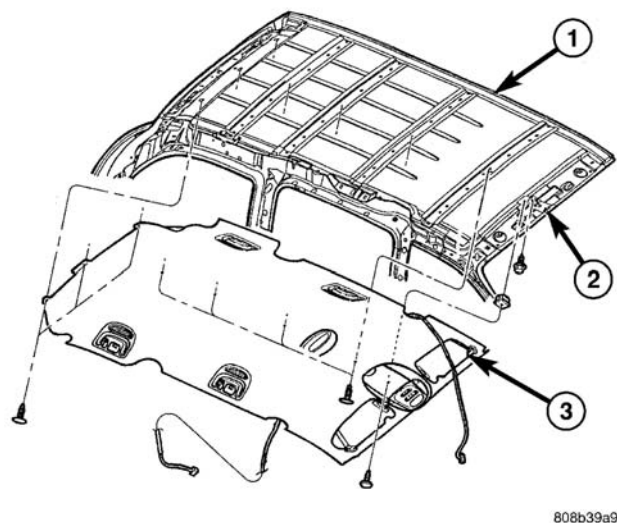

图 8 车顶内衬
- （13）卸下将车顶衬固定到后车顶和车顶弧拱的按钉式扣件（图 8）。
- （5）安装将车顶衬固定到后车顶和车顶弧拱的按钉式扣件（图 8）。